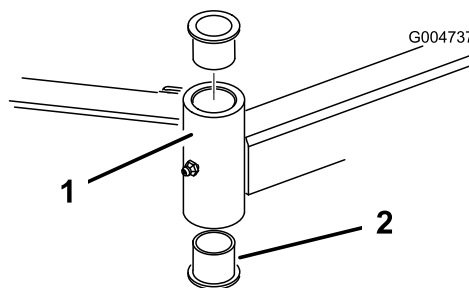

Figura 25
4. Introduza um punção para cavilhas na zona superior ou inferior do tubo de montagem e retire o casquilho para fora do tubo (Figura 25). Retire igualmente o outro casquilho do tubo. Limpe o interior dos tubos para remover a sujidade.